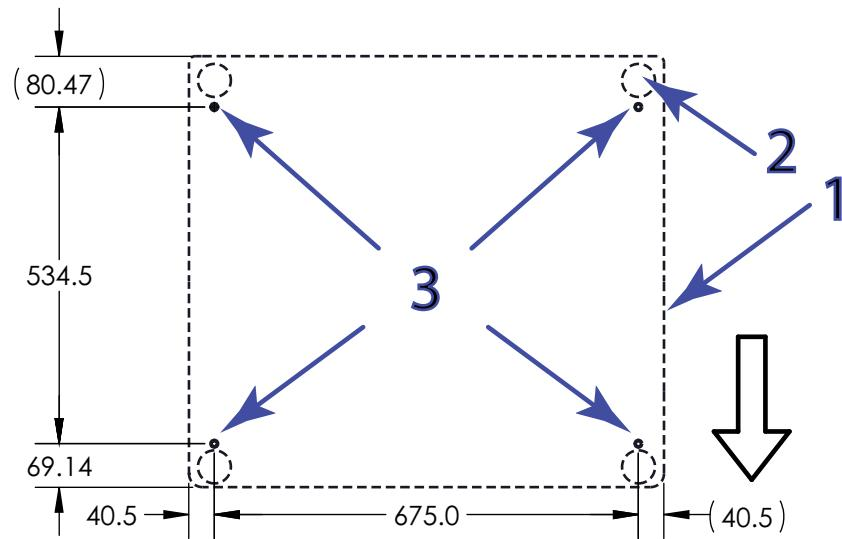
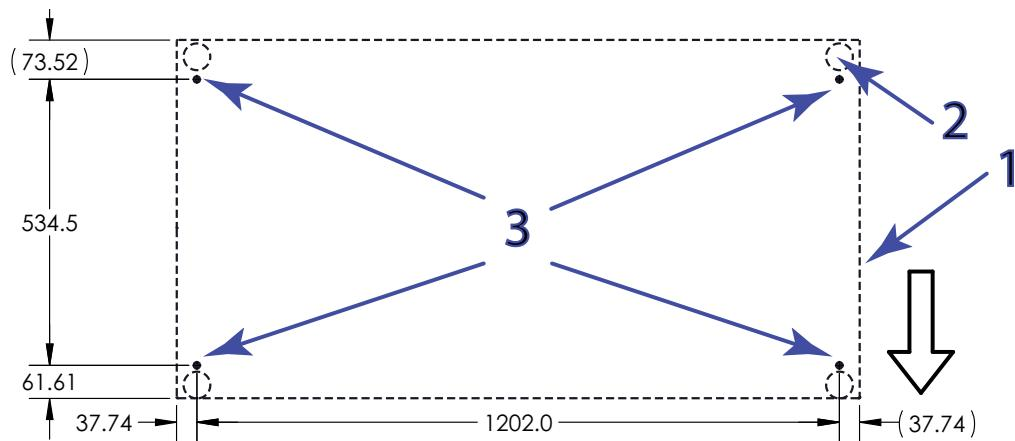

Figure 15. Emplacement des points d'ancrage sur un bâti de largeur standard (vue de dessus)
Figure 16. Emplacement des points d'ancrage sur un bâti plus large (vue de dessus)
Légende pour la Figure 15 et Figure 16
1. Consultez la Figure 15 à la page 71 (ou la Figure 16 à la page 72 pour les bâtis plus larges) et percez des trous dans le plan de travail aux endroits appropriés afin